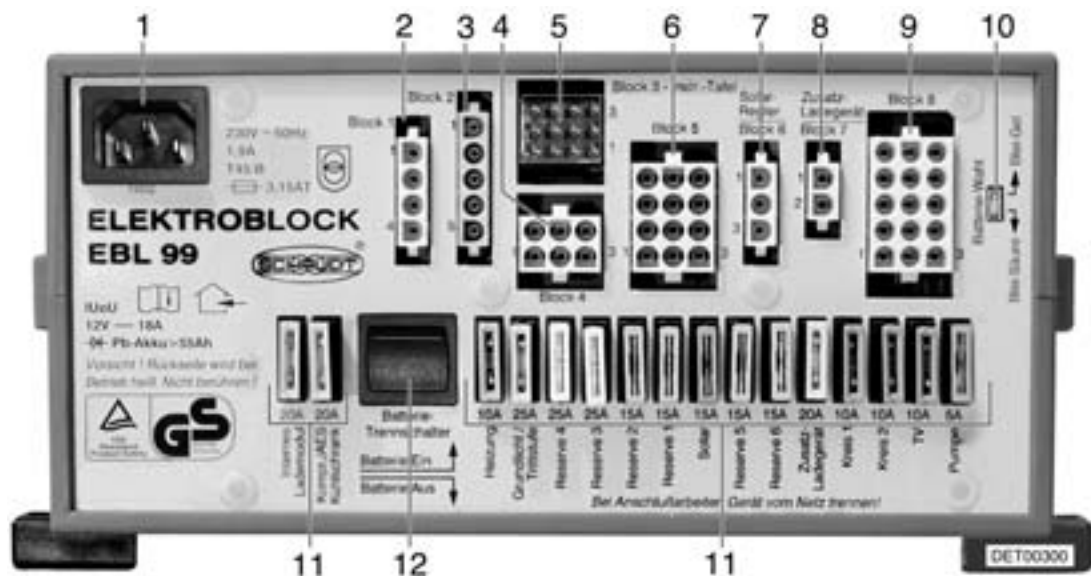

Bild 117 Elektroblock EBL 99
Der Elektroblock (Bild 117) befindet sich unter dem Beifahrersitz in der Sitzkonsole.
Am Batterie-Wahlschalter (Bild 117,10) kann das Lademodul im Elektroblock auf den Typ der im Fahrzeug eingebauten Wohnraumbatterie - "Blei-Gel" oder "Blei-Säure" - eingestellt werden.
- Batterie-Wahlschalter (Bild 117,10) mit einem dünnen Gegenstand einstellen, z. B. mit einer Kugelschreibermine.
Der Batterie-Trennschalter (Bild 117,12) schaltet alle 12-V-Verbraucher des Wohnbereichs aus, auch das Sicherheits-/Ablassventil. Damit wird eine langsame Entladung der Wohnraumbatterie vermieden, wenn der Motorcaravan über längere Zeit nicht benutzt wird (z. B. vorübergehende Still-Legung).
Die Verbraucher, die im Wohnteil an die 12-V-Versorgung angeschlossen sind, sind durch eigene Sicherungen abgesichert. Die Sicherungen sind im Motorraum, bei der Wohnraumbatterie und auf dem Elektroblock (Bild 117) zugänglich.